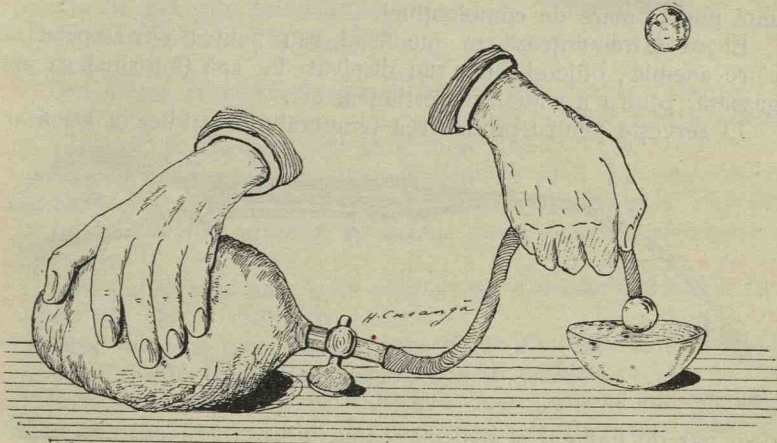

Fig. 39. Beșici de săpun umplute cu amestec explozibil de oxigen și hidrogen.
**Experiență.** Inmuiem o beșică de bou în apă caldă. Legăm strâns cu o sfoară în gâtul ei un tub cu robinet. *Apăsăm* cu mâinile pe ea, ca s'o golim în întregime de aer. Introducem în beșică *oxigen* până ce se umple cam a treia parte. Introducem *hidrogen* până ce se umple în întregime. Cu acest *amestec explosibil* suflăm beșici de săpun așa cum am arătat la hidrogen și cum arată fig. 39. Beșicile de săpun se ridică în aer, ceva mai greu decât cele umplute cu hidrogen. Apropiem de ele o lumânare aprinsă. Ele pocnesc cu putere.